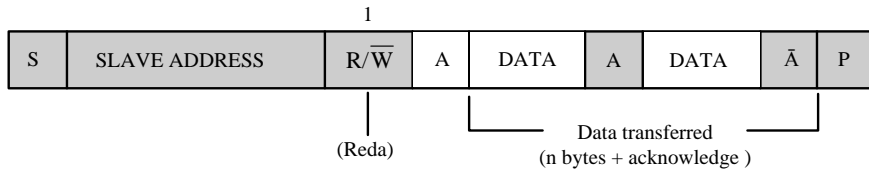

图 6.6 在第一字节后主机立即读从机
- 在第一个字节后，主机立即读从机（如图 6.6 所示）。在第一次响应时，“主机发送
- 复合格式 (如图 6.6 所示), 传输改变方向的时候, 起始条件和从机地址都会被重复。但 $\overline{R/W}$ 位取反, 如果“主机接收器”发送一个重复起始条件, 它之前应该发送了一个不响应信号 (\bar{A})。